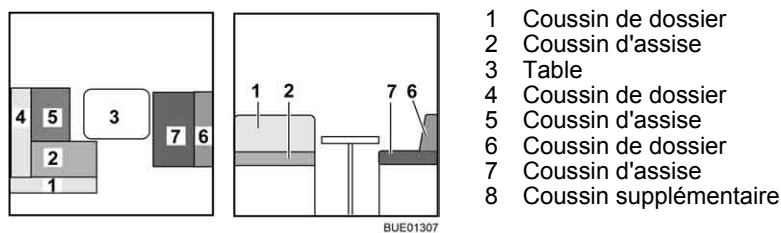

Fig. 141 Avant la transformation
- Convertir la table (Fig. 141,3) en sommier de lit (voir paragraphe 6.11).
- Retirer les coussins de dossier (Fig. 141,1 et 4) et les placer de côté.